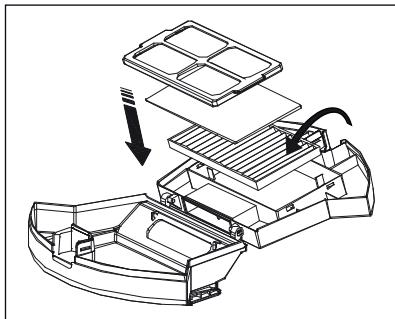

Fig. 13
- 8) Læg EPA-filteret 7 og skumfilteret ned i rummet igen, og fastgør sigtefilteret på rummet. Luk støvbekolderen 14 (se fig. 13).